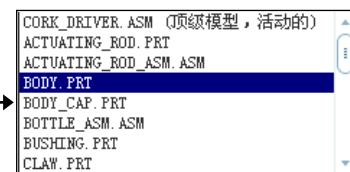

图 5.7.4 选择“活动层对象”
Step2. 系统弹出图 5.7.4 所示的模型列表，从该列表中选取 BODY.PRT 零件模型。